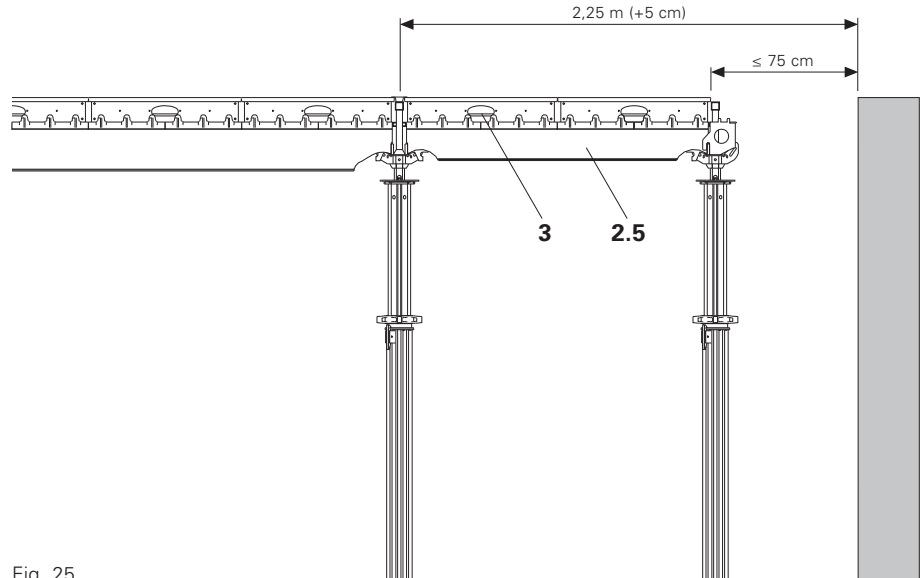
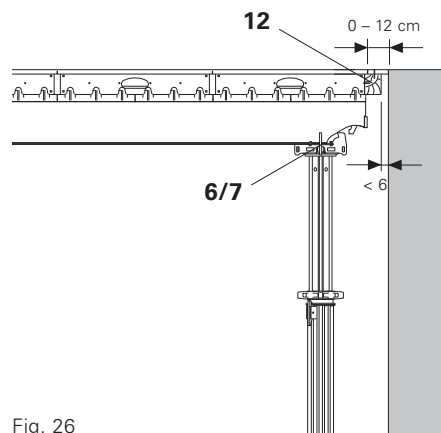

Fig. 25
Fig. 26
1. Poursuivre le montage avec l'étais, la poutrelle de compensation SLT 150 (2.5) et le panneau SDP (3), comme pour la travée standard. (Fig. 25)
- Tête d'étais SSK (6) ou
- Tête de décintrement SFK (7)
- Tête combi SCK (7)
- Poutrelle de rive SRT (9)
- Support de rive SSL (10)
- Cale bois SPH (11)
- Bien clouer la cale bois (12) avant le montage de l'élément.
La peau coffrante de 21 mm, l'étais supplémentaire avec la fourche et le support de coffrage (15) sont fournis par le chantier. (Fig. 26 - 29)